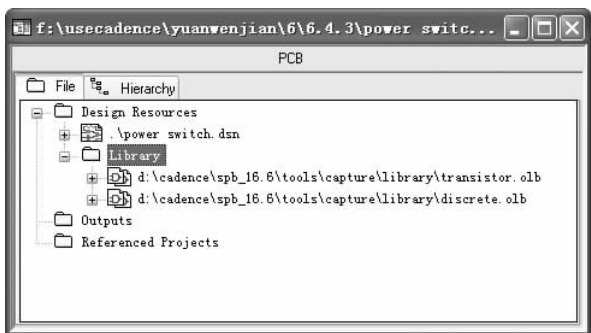

图 6-173 本例中需要的元件库
2) 单击“打开(O)”按钮，将选中的库文件加载到项目管理器窗口中的“Library”文件夹下，如图 6-173 所示。